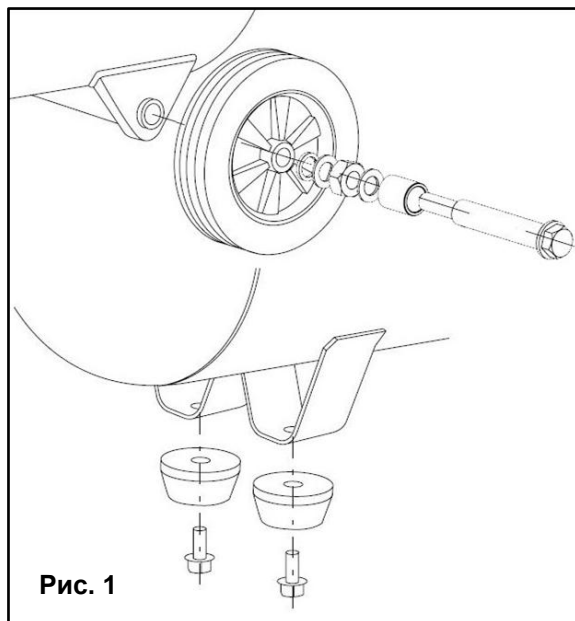

Рис. 1
- Установите колеса и резиновые ножки, для перемещения компрессора (См. Рис. 1).